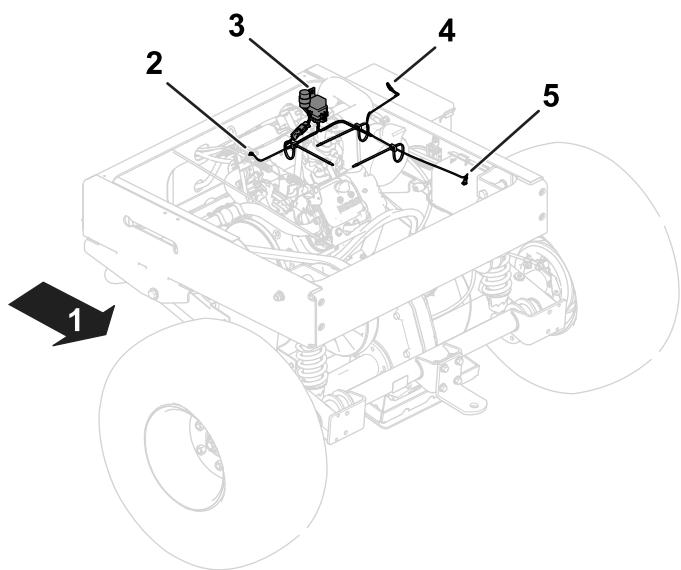

図1
以下の説明と図に従ってワイヤハーネスの配設を行います。ワイヤハーネスの位置については図1を参照してください。
5. エンジンのマグ根と発電機にリング端子を取り付けるワイヤハーネスの位置については図 1を参照。
2. ワイヤハーネスのリング端子をバッテリーのマイナス端子に取り付けるワイヤハーネスの位置については図 1を参照。